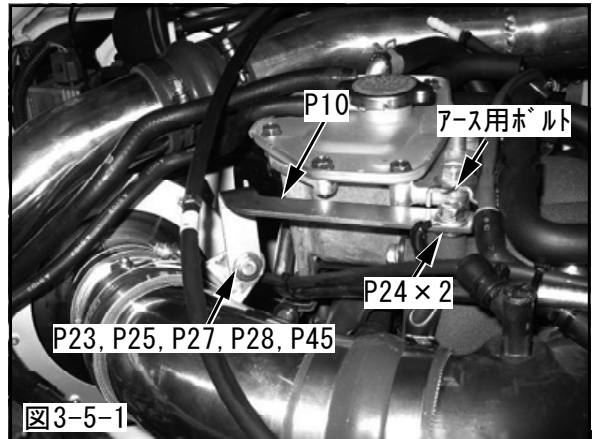
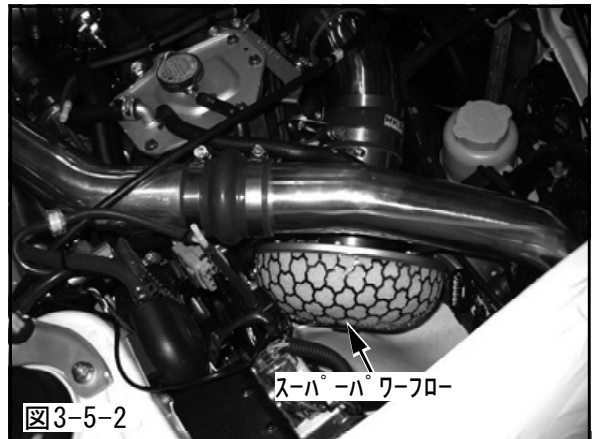

図3-5-1
図3-5-2
(図3-5-1)
(図3-5-1, 図3-5-2)
- (3) スーパーパワーフローとエアフロメータの周辺のクリアランスが十分に確保されていることを確認してください。(図3-5-2)